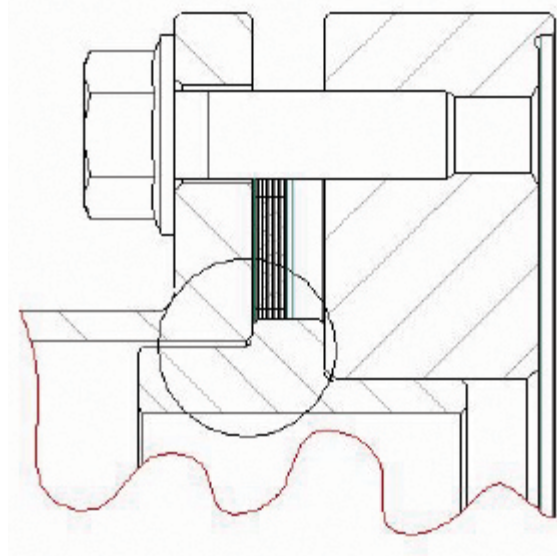

Figure 12
9.5 Enduisez les filetages des boulons d'huile moteur propre et installez un écrou auto-freiné sur chaque boulon. Serrez légèrement tous les écrous auto-freïnés l'un après l'autre progressivement comme indiqué sur les figures 12 et 13 en vous assurant que tous les boulons sont bien en place. A cette étape, vous ne travaillerez qu'avec la moitié des boulons du paquet de disques. Serrez alors chaque écrou auto-freiné pour obtenir les valeurs de couple indiquées dans le tableau 5 l'un après l'autre progressivement comme indiqué sur les figures 12 et 13.
9.10 Serrez légèrement tous les écrous auto-freïnés l'un après l'autre progressivement comme indiqué sur les figures 12 et 13 en vous assurant que le paquet n'est pas déformé et que tous les boulons sont bien en place. Serrez alors les écrous auto-freïnés l'un après l'autre progressivement comme indiqué sur les figures 12 et 13 pour obtenir les valeurs de couple indiquées dans le tableau 5.
- 10.4 Serrez les vis les unes après les autres jusqu'à ce que la bride de la pièce d'espacement soit comprimée contre la protubérance de la saillie anti-balancement de l'adaptateur comme indiqué à la figure 12 suivante. Procédez de la même façon sur les deux côtés de l'assemblage de la pièce d'espacement.